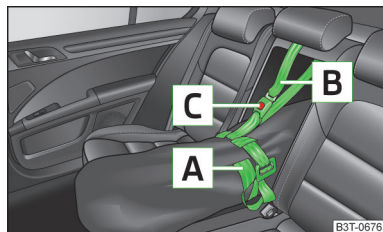

Fig. 83
- Tirez sur l'extrémité libre de la sangle de serrage **A** pour la serrer autour des skis devant les fixations » fig. 83.
- Une fois le chargement effectué avec les skis, n'oubliez pas de fixer le sac de chargement au moyen de la sangle de fixation **B** » fig. 83.